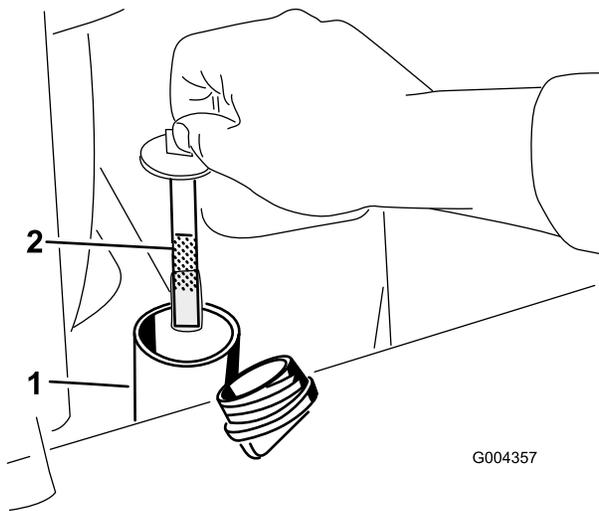

**Figura 59**
5. Limpe a zona em redor do tubo de enchimento do depósito hidráulico (Figura 59).